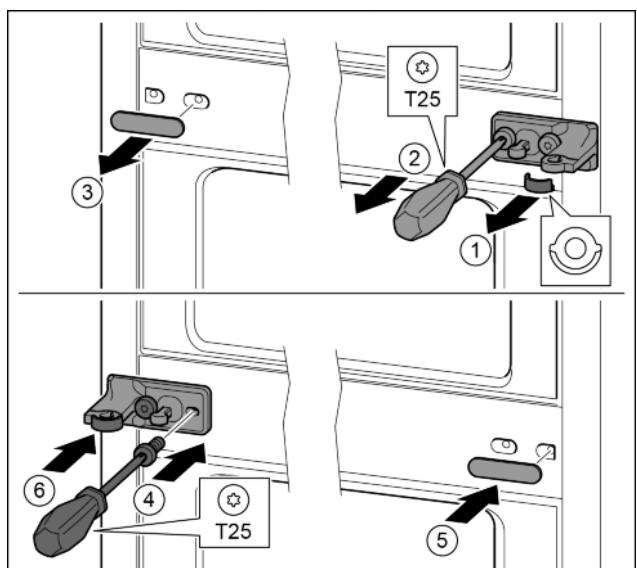

Fig. 28
- Снять шайбу. Fig. 28 (1)
- ▶ Выкрутить винты отверткой T25. Fig. 28 (2)
- ▶ Осторожно снять крышку. Fig. 28 (3)
- ▶ Плотно прикрутить опорный кронштейн с подкладкой с поворотом на 180° с другой стороны. Fig. 28 (4)
- ▶ Установить крышку с поворотом на 180° с другой стороны. Fig. 28 (5)
- ▶ Спереди надвинуть шайбу. Fig. 28 (6)